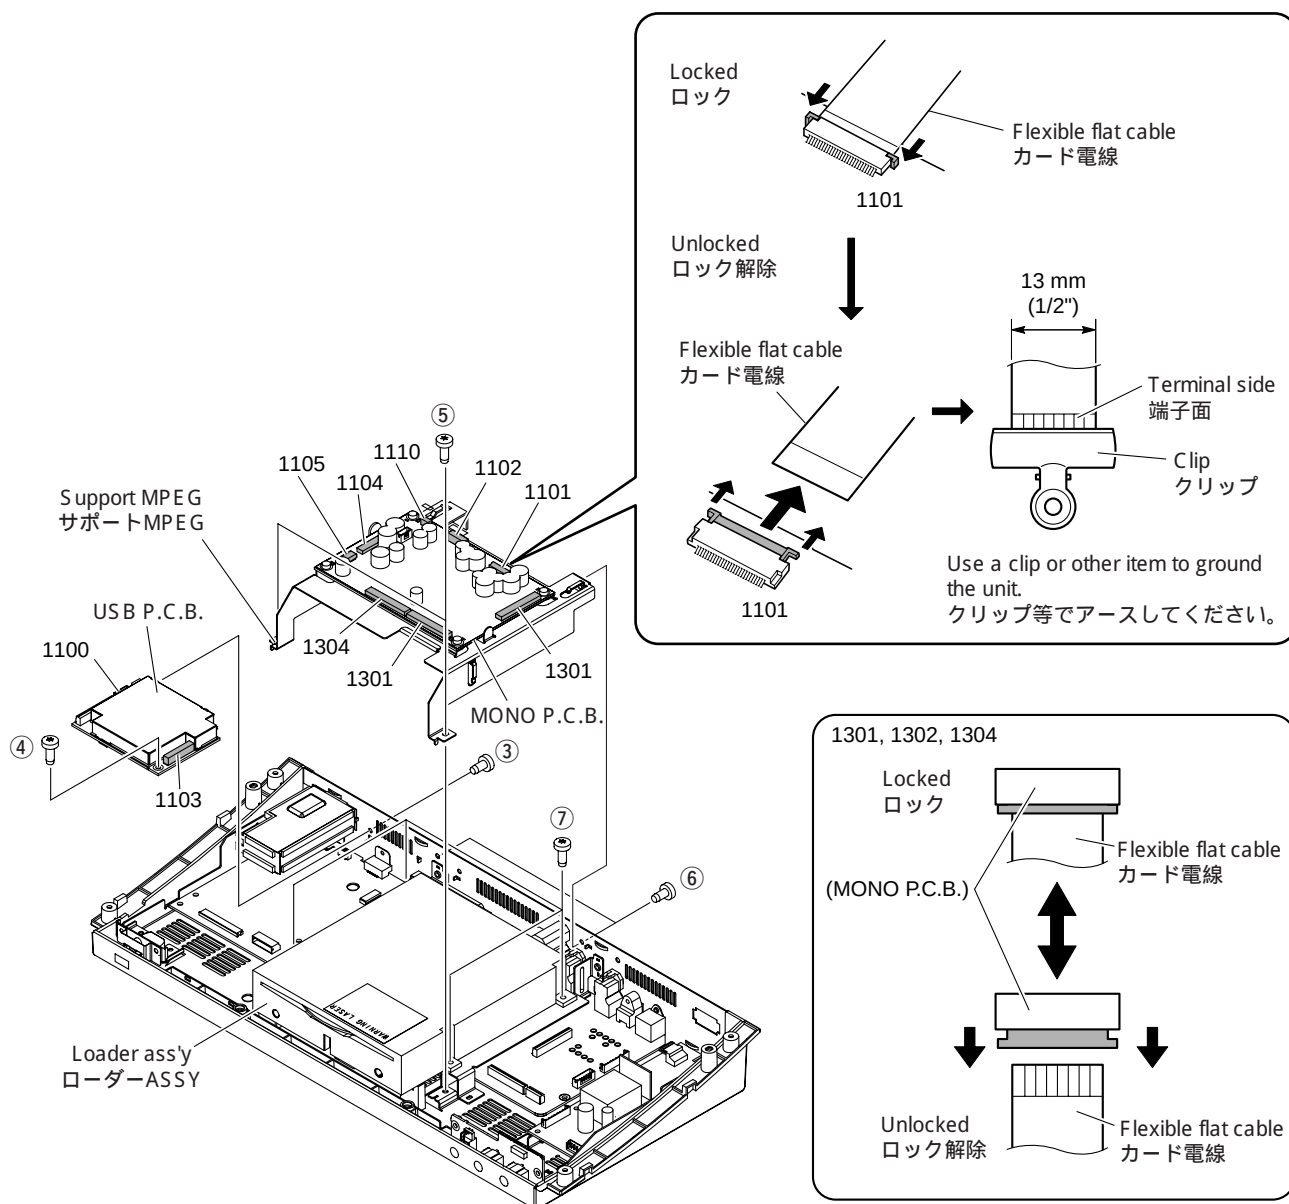

Fig. 3
- a. Remove screw (③) and screw (④). (Fig. 3)
- b. Remove 1100 and 1103. (Fig. 3)
- c. Remove the USB P.C.B.. (Fig. 3)
- d. Remove 2 screws (⑤) and 2 screws (⑥). (Fig. 3)
- e. Unlock 1101 and then disconnect the flexible flat cable, and ground the terminal face of the flexible flat cable with a clip or the like. (Fig. 3)
- f. Remove 1102, 1104, 1105 and 1110. (Fig. 3)
- g. Unlock 1301, 1302 and 1304 and then disconnect the flexible flat cable. (Fig. 3)
- h. Remove MONO P.C.B. together with the support MPEG. (Fig. 3)
- i. Remove 4 screws (⑦). (Fig. 3)
- j. Remove the loader ass'y. (Fig. 3)
- a. ③ のネジ 1 本、④ のネジ 1 本を外します。 (Fig. 3)
- b. 1100、1103 を外します。 (Fig. 3)
- c. USB PCB を取り外します。 (Fig. 3)
- d. ⑤ のネジ 2 本、⑥ のネジ 2 本を外します。 (Fig. 3)
- e. 1101 のロックを解除してカード電線を外します。次に外したカード電線のクリップ等で端子面をアースします。 (Fig. 3)
- f. 1102、1104、1105、1110 を外します。 (Fig. 3)
- g. 1301、1302、1304 のロックを解除してカード電線を外します。 (Fig. 3)
- h. MONO P.C.B. をサポート MPEG と一緒に取り外します。 (Fig. 3)
- i. ⑦ のネジ 4 本を外します。 (Fig. 3)
- j. ローダー ASSY を取り外します。 (Fig. 3)
b. Slide the lower part of the front panel ass'y forward gradually and remove it from 4 dowels. (Fig. 3)
b. フロントパネル ASSY の下側を前方にゆっくりスライドさせ、ダボ 4 箇所を外します。 (Fig. 3)